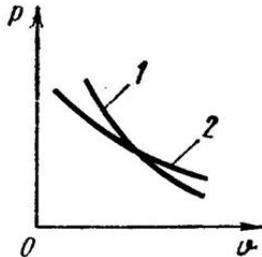

Рис. 4.4. Взаимное расположение адиабаты и изотермы идеального газа в p-v-диаграмме
4). Адиабатный процесс (Рис.4.4).